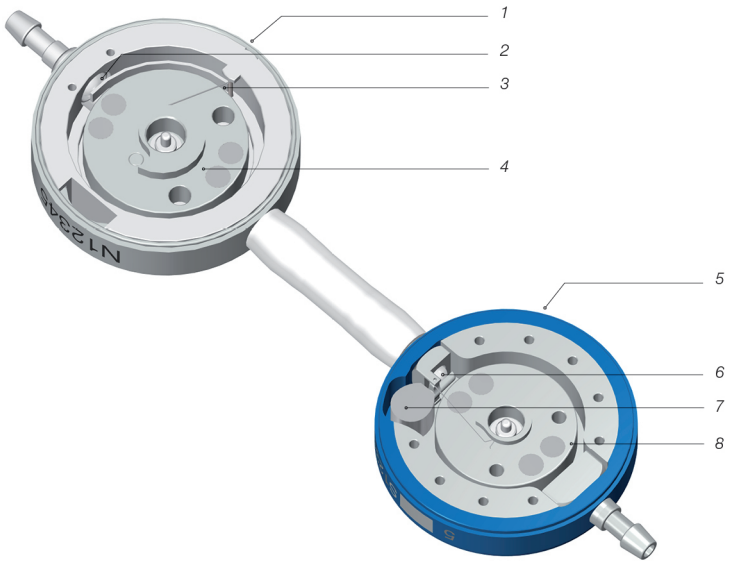

Fig. 1: Sección transversal de M.blue plus
M.blue plus es un sistema de válvulas fabricado en titanio que se compone de una unidad de presión diferencial ajustable (en lo sucesivo, también denominada *proGAV 2.0*) y de una unidad gravitacional ajustable (en lo sucesivo, también denominada *M.blue*) (Fig. 1).